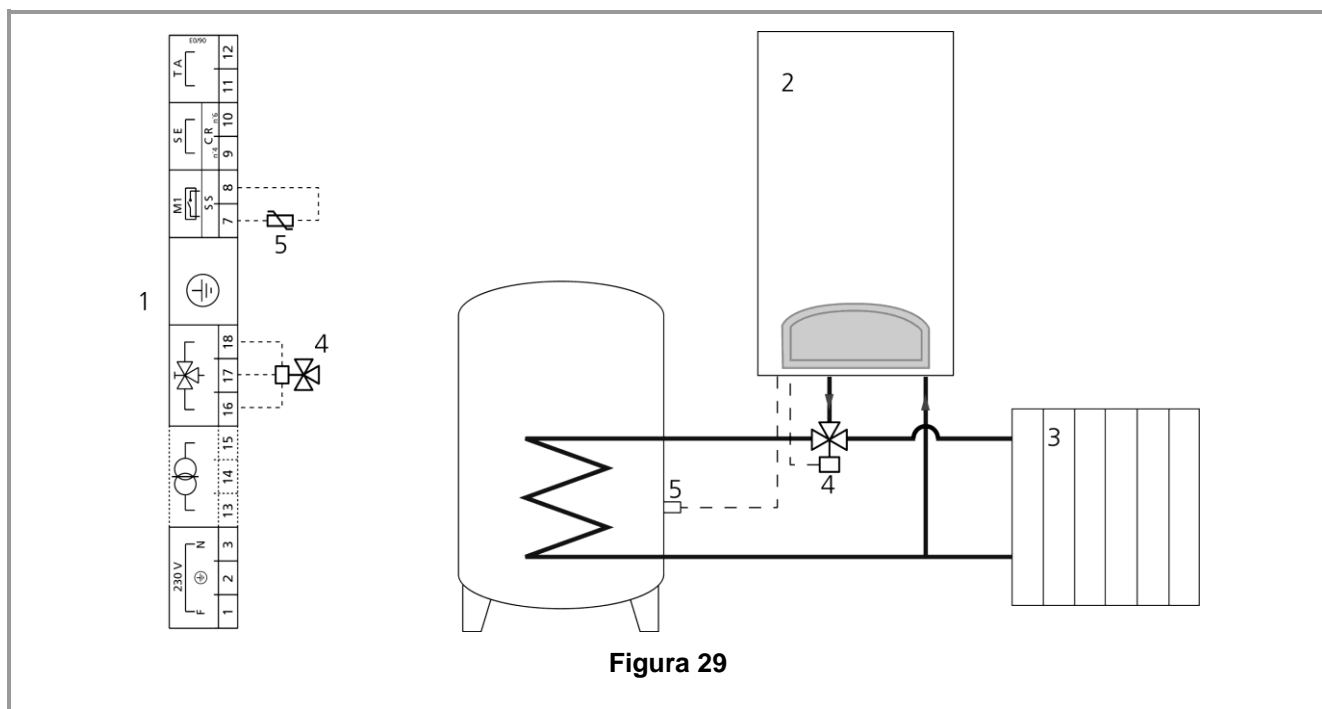

Figura 29
- realizzare il circuito idraulico rappresentato in Figura 29